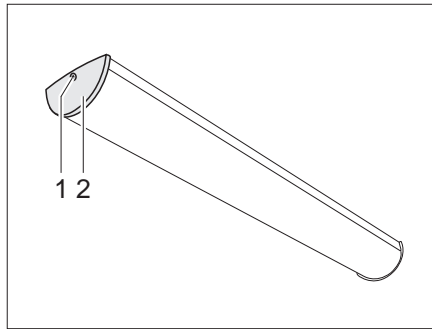

Fig. 283 Eclairage de la cellule
- Dévisser la vis (Fig. 283,1) et retirer le couvercle (Fig. 283,2).